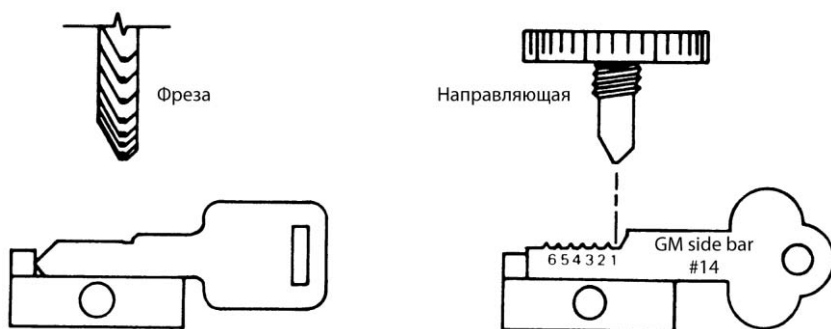

Рис. 14.14. Крепление ключа-шаблона в тисках с правой стороны
2. Установить ключ-шаблон № 14 в правые тиски так, чтобы его кончик был в контакте с упором правых тисков (рис. 14.14).